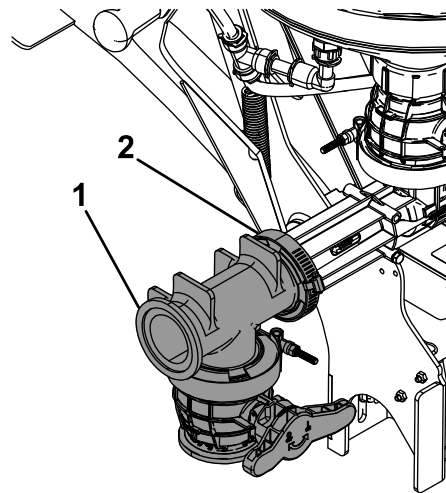

Figure 19
13. Raccordez la vanne en T au mélangeur au moyen d'un joint et d'un collier à vis sans fin (Figure 19).